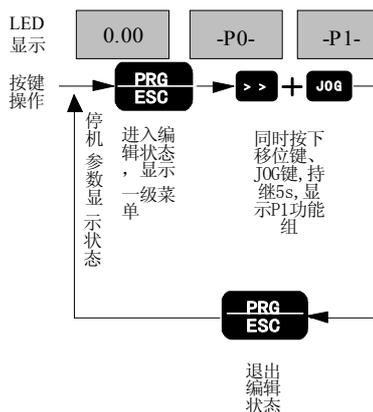

图 3-8 UP/DN 使能操作示例
- UP/DN 使能方式：通过组合键 **>>** + **JOG** 按下持续 5s 使能（操作示例见图 3-8），该设置掉电不保存，另设置 PD. 12 参数也可使能键盘 UP/DN 功能，具体见 PD. 12 功能描述